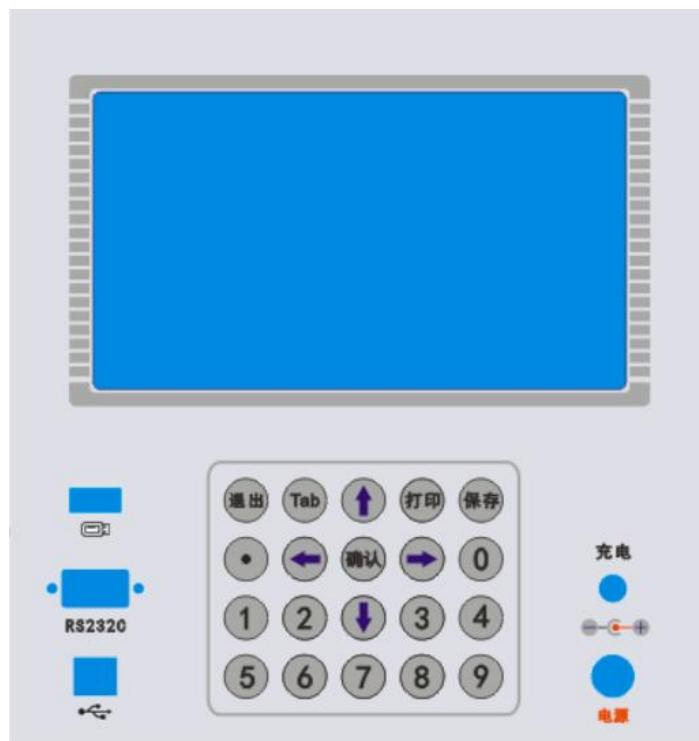

图 1
1、面板布局：如图 1 所示，仪器机型、包装不同，面板稍有不同。